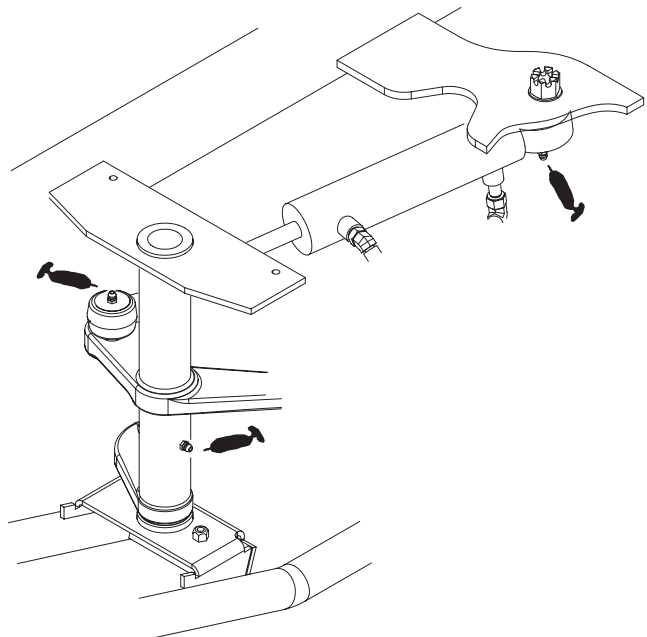

Figure 33
Emplacements et nombre de graisseurs : Extrémités de levier de direction (1) et de rotules de direction (2) (Fig. 33), embouts de biellettes (4) (Fig. 34), rotules avant (4) (Fig. 34), arbres de roues arrière (18) (Fig. 35), pivots de pédales (3) (Fig. 36); bagues de pivots avant (2) (Fig. 37) et pivot d'accélérateur (1) (Fig. 38).